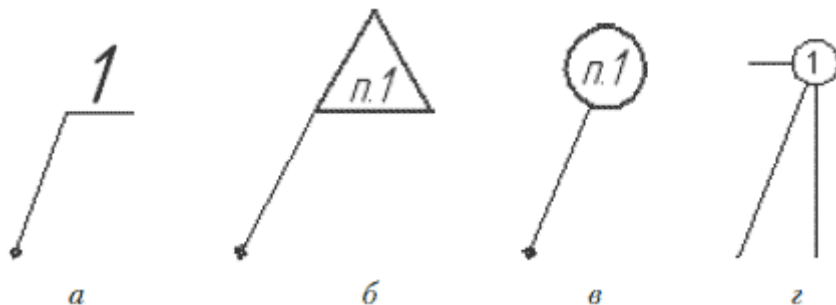

Рисунок 5 — Варіанти ліній-виносок: довільна (а), знак клеймування (б), маркування (в), позначення змін (г)
**Линии выноски**  — дозволяє створювати на кресленні довільну кількість ліній-виносок (рисунок 5, а).
**Знак клеймирования**  — лінія-виноска для позначення клеймування (рисунок 5, б).
**Знак маркирования**  — дає можливість розмістити на кресленні лінію-виноску з позначенням маркування (рисунок 5, в).
**Знак изменений**  — дозволяє позначати внесені зміни (рисунок 5, г).